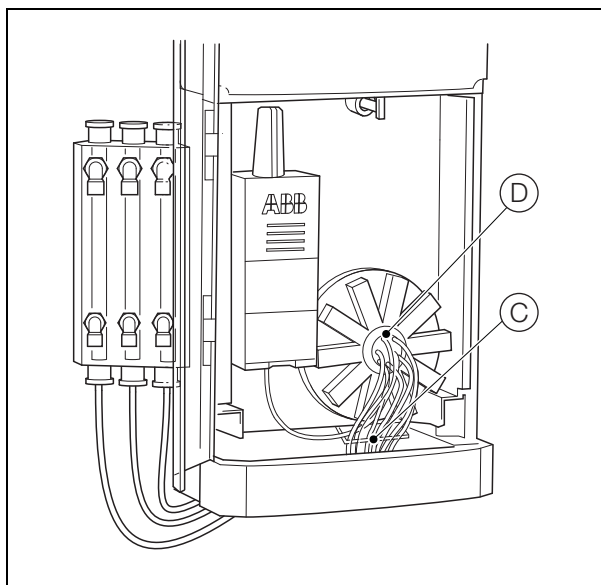

Abb. 13.5 Austauschen des Ablassrohrs
2. Siehe Abb. 13.5:
- Entfernen Sie das Rohr von Klammer (C), und entsorgen Sie es.
- Verlegen Sie das neue Ablassrohr wie in Schritt a festgehalten, und schließen Sie es an den Ablassventilanschluss (D) am Ventilblock an.